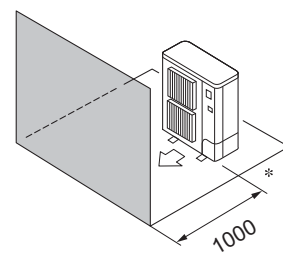

Fig. 3-8
- ④ Obstacles uniquement à l'avant (Fig. 3-8)